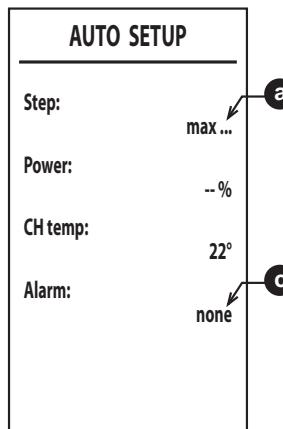

fig. 38
- 6.Después del encendido, el quemador se pone en modo calefacción a las distintas potencias (máx., med., mín.) indicadas por el punto **a** (fig. 38). Si la eliminación del calor de la instalación no es suficiente para hacer terminar el procedimiento, se puede activar una demanda de ACS solo después de que **se haya encendido el quemador**.
- 8.Si la secuencia de encendido descrita en el punto “**6**” no termina correctamente, se visualiza el mensaje **max_err** en el punto **a** y un código de error en el punto **c** (fig. 38).